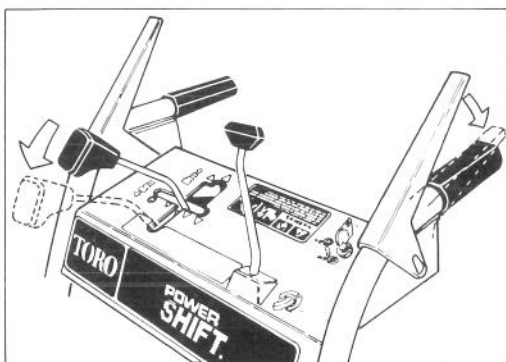

Figure 15
2. Pour orienter les roues vers l'avant ou vers l'arrière, tirez la commande de conversion sans la relâcher jusqu'au bout vers l'avant en position Power Shift (fig. 15).
3. Engagez entièrement le levier d'entraînement de traction pour régler les roues en position Power Shift (fig. 15 et 16).